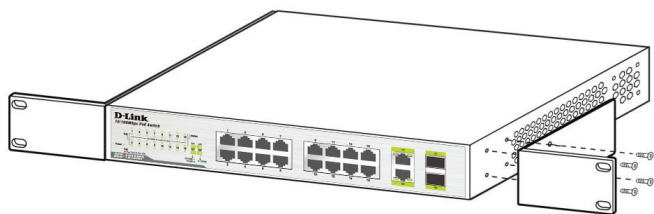

Figure 3. Supports de fixation
1. Montez les supports de montage de chaque côté du châssis comme indiqué sur la **Figure 3**, puis fixez-les à l'aide des vis fournies.